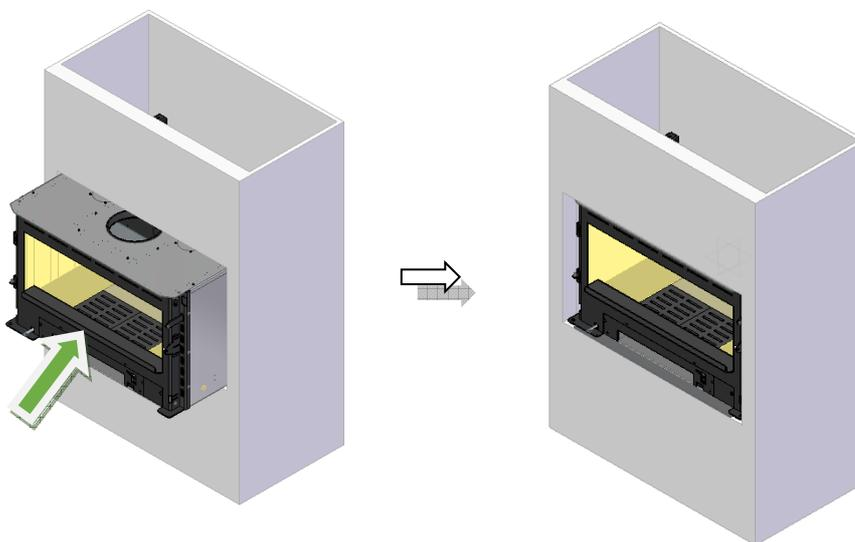

**Figura 10 – Desencaixe da porta dos apoios**
9. Deve ter em atenção que quando colocar o equipamento no sítio deverá retirar a porta levantando esta para cima de forma a retirar a porta dos apoios, Figura 10. Caso o seu equipamento seja um equipamento porta em chapa é aconselhado retirar também a pala inferior, desapertando os parafusos laterais conforme mostra a Figura 11. Caso seja um equipamento porta em vidro não tem pala inferior.